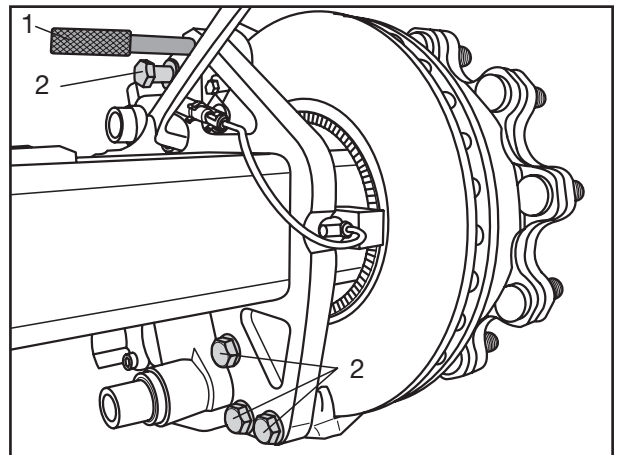

Fig. 2
- [6] Oberste Befestigungsschraube des Bremssattels zuerst herausschrauben und durch Montagedorn (Fig. 2/1) ersetzen (Sicherung gegen Herabfallen der Bremse).
- [7] Danach restliche Schrauben (Fig. 2/2) herausdrehen. Bremse komplett vom Bremsträger abnehmen.
- [6] First unscrew top attachment nut and replace with a mandrel (Fig. 2/1) (prevents brake from falling).
- [7] Next, unscrew remaining screws (Fig. 2/2). Remove brake anchor plate from brake caliper.
- [6] D'abord dévisser la vis de fixation la plus élevée et la remplacer par le poinçon de montage (Fig. 2/1) (sécurité pour empêcher le frein de tomber).
- [7] Dévisser ensuite les autres vis (Fig 2/2). Retirer entièrement le frein de son support.